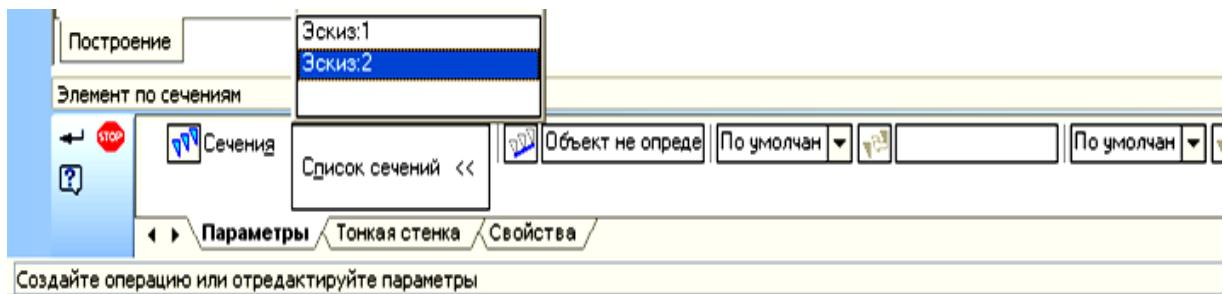

Рис. 3.48. Панель **Свойств** операции **По сечениям**
- на соответствующей данной операции панели **Свойств** (рис. 3.48):